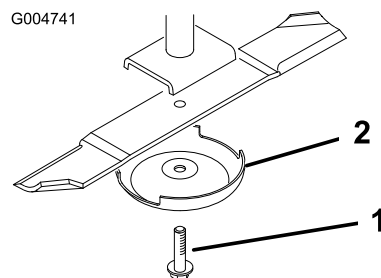

Figura 24
3. Retire del eje de la cuchilla el perno de la cuchilla, el protector de césped y la cuchilla (Figura 24).